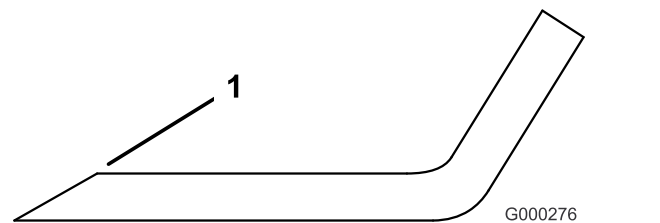

Figure 126
3. Examinez les tranchants de toutes les lames et aiguisiez-les s'ils sont émoussés ou ébréchés (Figure 126).
Remarque: N'aiguissez que le haut du tranchant et conservez l'angle de coupe d'origine pour obtenir une coupe nette (Figure 126). Limez la même quantité de métal sur les deux tranchants pour ne pas déséquilibrer la lame.